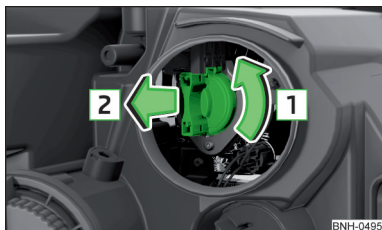

Abb. 163
- › Den Sockel bis zum Anschlag in Pfeilrichtung **1** drehen » Abb. 163.